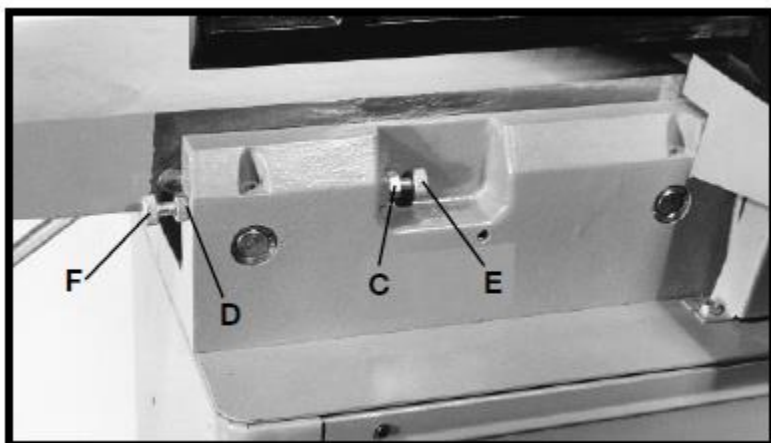

Рис. 17
Жёсткие упоры предусматриваются для ограничения высоты подводного стола. Жёсткие упоры можно регулировать ослаблением контргаяк (C) и (D), рис. 17, и вращением двух регулировочных винтов (E) и (F). Рекомендуется, чтобы высота подводного стола регулировалась так, чтобы стол в своей наивысшей точке был на 0,5 мм ниже наивысшей точке ножей. Это важная характеристика фуговального станка, обеспечивающая быстрое позиционирование подводного стола для чистового или окончательного резания.